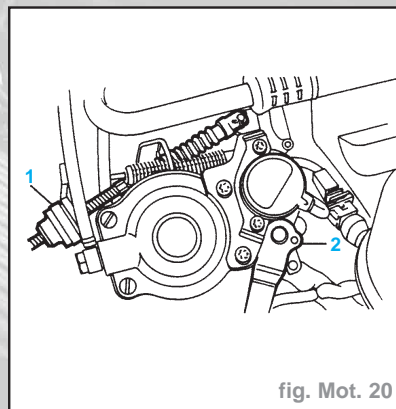

fig. Mot. 20
- Desserrer la virole de réglage du câble d'accélérateur (Fig. Mot. 20).